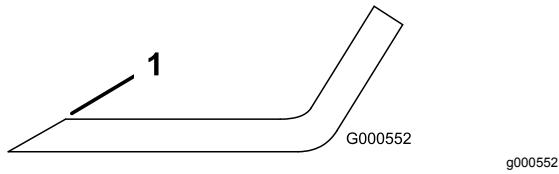

Bild 67
1. Schärfen Sie die Schnittkante an beiden Enden des Schnittmessers mit einer Feile (Bild 67).
Hinweis: Feilen Sie, wenn das Schnittmesser nicht ausgewuchtet ist, vom Flügelbereich des Messers etwas Metall ab (Bild 67).